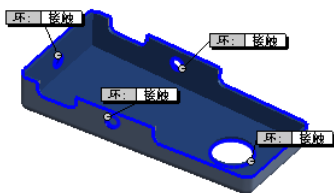

图 10.7.6 选取边链
Step2. 选取边链。接受系统默认的封闭环，如图 10.7.6 所示。